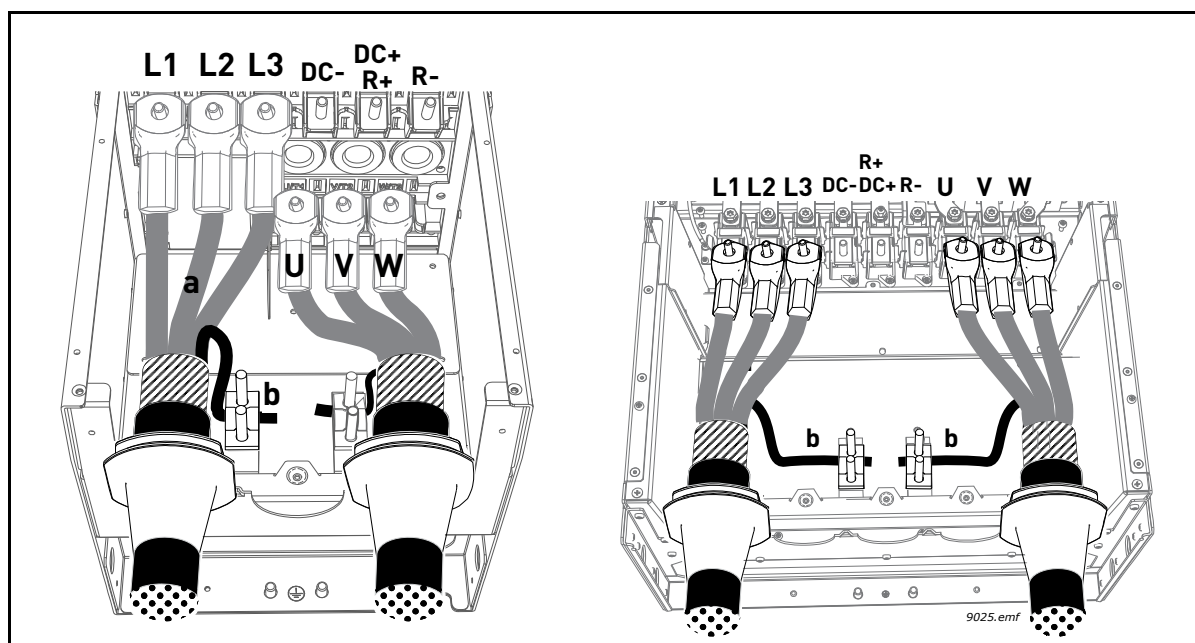

Figure 45. Raccordement des câbles de puissance, gauche : MR8, droite : MR9
- Torsadez le reste du blindage des autres câbles pour les raccorder à la terre avec les colliers fournis dans la *trousse d'accessoires*, comme illustré à la Figure 45 (b).